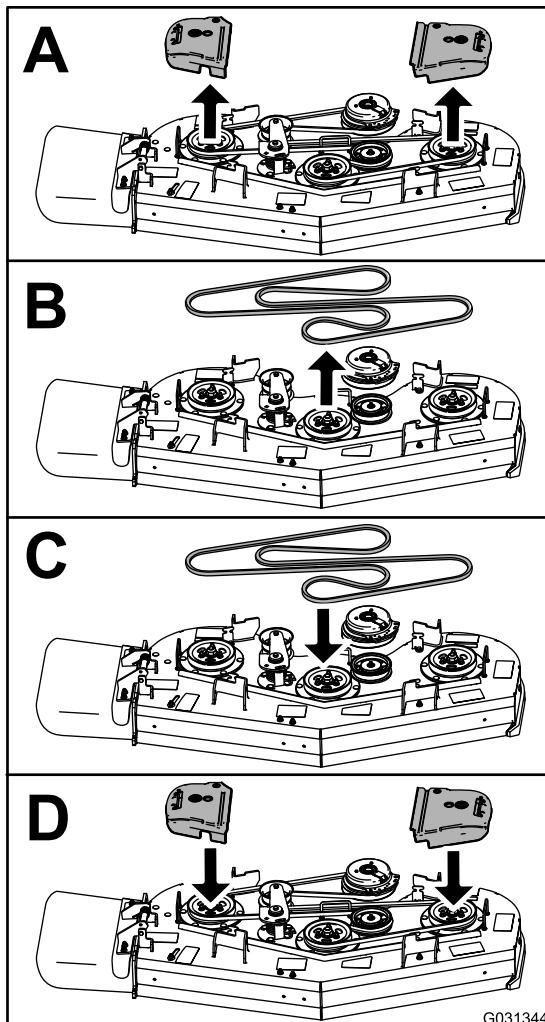

Figura 66
3. Sustituya la correa según se muestra en Figura 66.